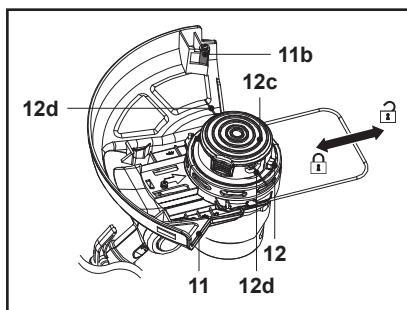

Fig. 21
1. Ponga el cabezal de corte (12) boca abajo.
2. Pulse el pulsador de liberación (12g) mientras tira de los hilos de corte (12d). La bobina de corte (12c) liberará los hilos de corte (Fig. 21).